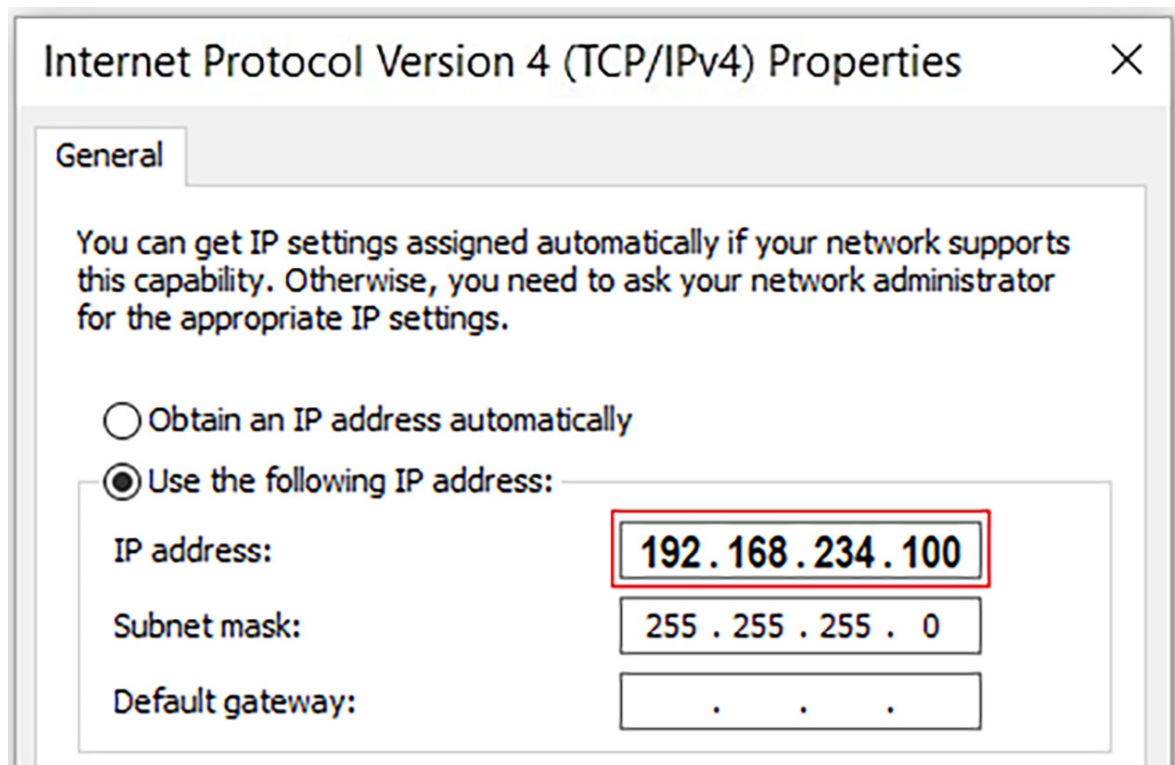

Figura 9.1: Propiedades del USB Device emulando un puerto Ethernet
- 3) En las propiedades del Protocolo IPV4, definir el IP como estático, dentro de la misma red (en: **192.168.234.100**) conforme la Figura 9.1 en la página 9-1.